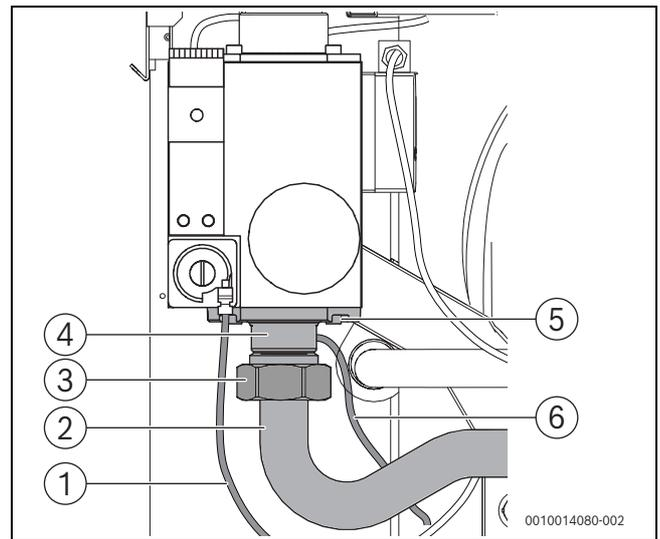

Bild 25 Gasblende ausbauen (Kesselgröße 75; 100; 150 [bis V03]1); 200 – 300 kW)
- ▶ Überwurfmutter am Gasrohr lösen (→ Bild 25 und 26).
- ▶ Vier Innensechskantschrauben (→ Bild 25 und 26, [5]) am An-
- ▶ Messleitungen für Kompensation [1] und Gas-Ausgangsdruck [5] auf korrekten Sitz prüfen (→Bild 25 und 26 sowie 80, Seite 69).